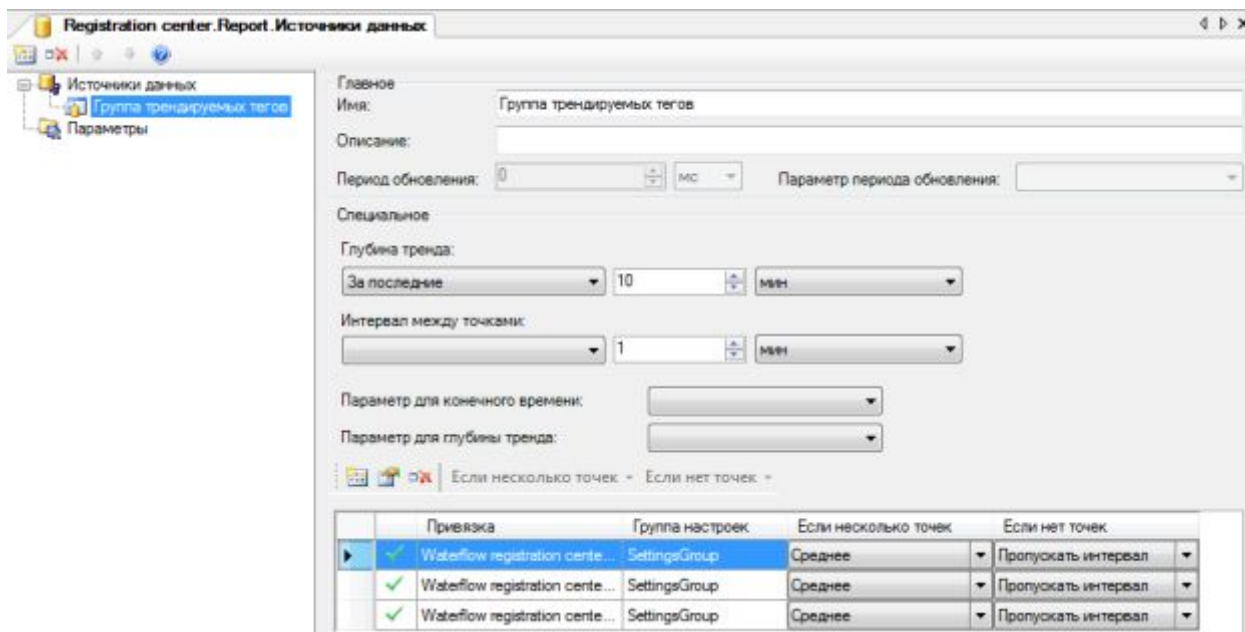

Рисунок 2.44 – Настройка источника данных и параметров формирования отчета
- 2 Настроить источник данных (рисунок 2.44) шаблона отчета. Источником данных являются перья (значения тегов **Param** объектов **Temperature, Pressure, Level**) группы **SettingsGroup** Менеджера трендов